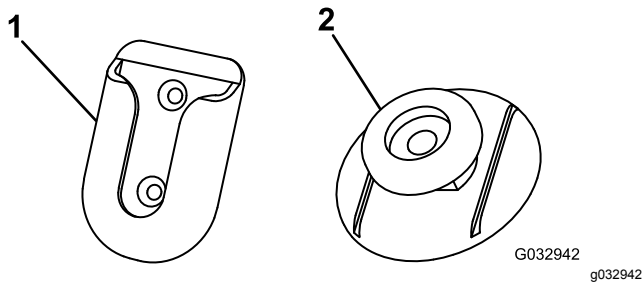

Figure 26
- Nettoyez le dos du support pivotant (Figure 26) avec le tampon imbibé d'alcool puis séchez-le.
- Retirez la pellicule protectrice d'un côté de la surface adhésive et appliquez ce côté au dos de la patte de montage (Figure 26).